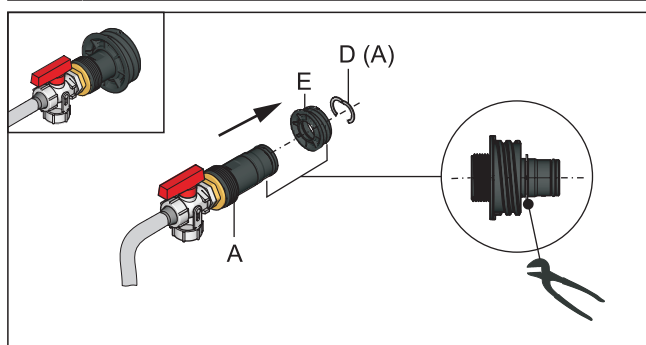

Fig. 11-3 Completar la conexión de llenado KFE
- 3 Insertar la conexión de llenado KFE en la pieza roscada (Fig. 11-3, pos. E) y asegurarla con una pieza de sujeción (Fig. 11-3, pos. D).